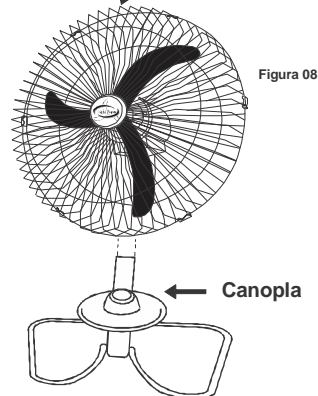

Figura 08
- 01 - Fixe o cano na base conforme (Figura 08), utilizando o parafuso fornecido pelo fabricante.
- 02 - Coloque a canopla no suporte no ventilador conforme (Figura 08), em seguida pressione a canopla até a mesma encontrar a base do ventilador.
- 03 - Instale o ventilador montado conforme (Pág. 01) na base conforme Figura 08, e observe a Figura 07.